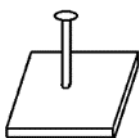

Рис.2
**3.3.** Если острие дюбеля сильно затупилось, то основание слишком твердое и непригодно для прямого монтажа. Твердый базовый материал может вызвать рикошет дюбеля и как следствие - серьезное травмирование Вас или окружающих (см. рис.2). Основание не подходит для использования технологии прямого монтажа.